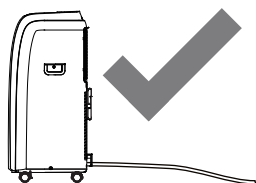

Рис. 31
**ВНИМАНИЕ:** Пожалуйста, убедитесь, что высота сливного шланга расположены не выше высоты сливного отверстия, иначе резервуар для воды не будет опустошаться. (Рис. 31 и 32)